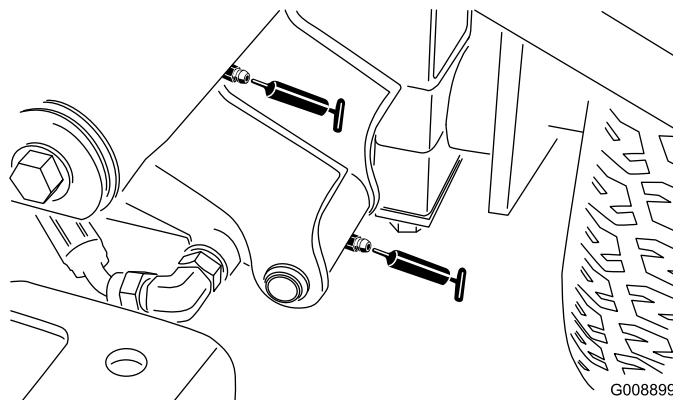

Рисунок 52
- Цилиндр поворота и подъема левого переднего подъемного рычага (2) (Рисунок 52)